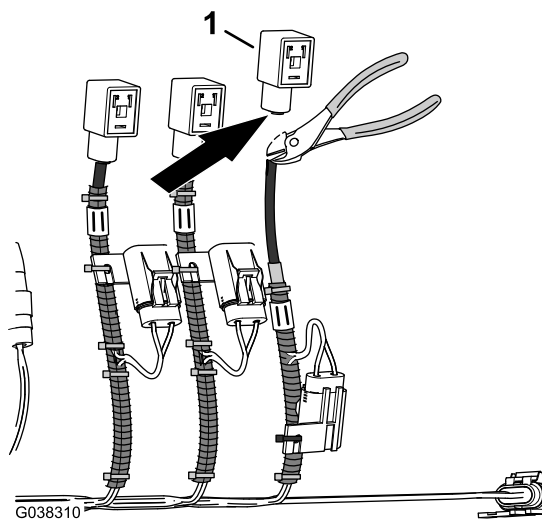

Figura 32
- 5. Tagliate il cablaggio del connettore DIN sotto il connettore DIN (Figura 32).